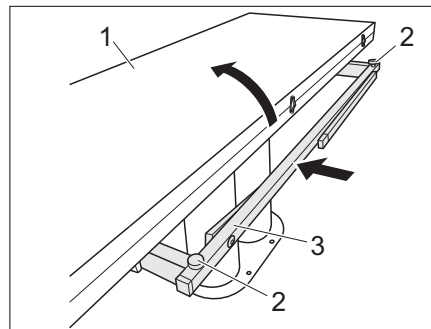

Fig. 113 Ridurre le dimensioni del tavolo
- Richiudere la metà del tavolo (Fig. 113,1).
- Avvitare le due viti di regolazione (Fig. 113,2).
- Inserire la sottostruttura del tavolo (Fig. 113,3).